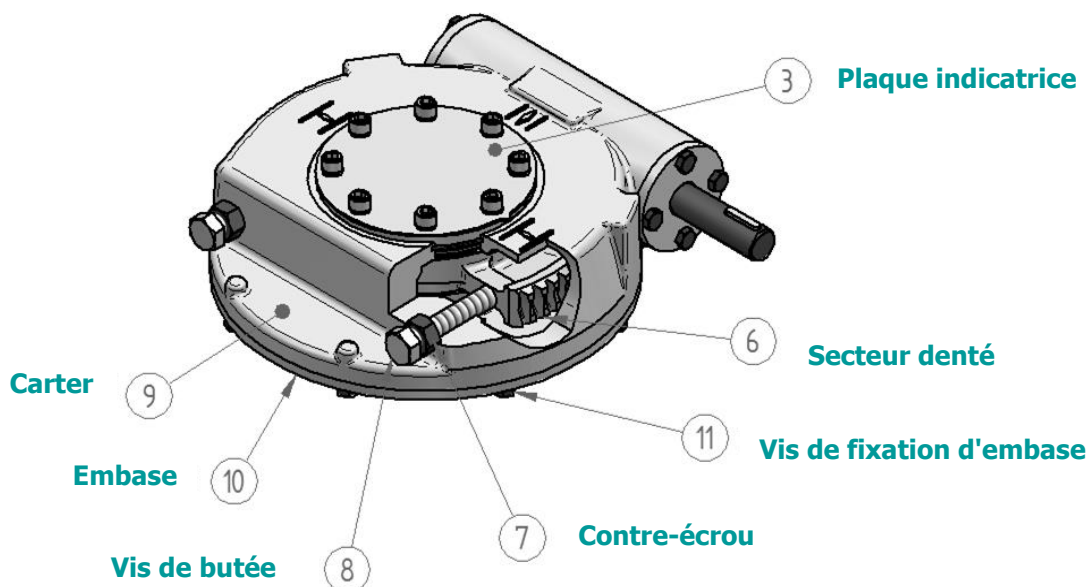

Figure 6 – Réglage des butées d'arrêt
Fermez la vanne, (en utilisant la motorisation si applicable). Se référant à la Figure 6, utilisez l'aiguille de la plaque indicatrice (3) comme indicateur de position. Desserrez les contre-écrous (7) et tournez les vis d'arrêt environ 3 tours complets, appliquez une petite quantité de mastic silicone sur les filets des vis en contact avec le carter. Vissez la vis d'arrêt du réducteur en position fermée (8) dans le secteur denté du réducteur. (6). Desserrez la vis d'un tour, puis serrez le contre-écrou (7) pour fixer la vis d'arrêt. Ouvrez la vanne avec la motorisation, et puis répétez la procédure avec la vis d'arrêt de position ouverte. Si on réajuste les vis d'arrêt plus tard il faut appliquer de nouveau le mastic silicone. Pour les mastics acceptables, voir le tableau 4 sur la page 17.